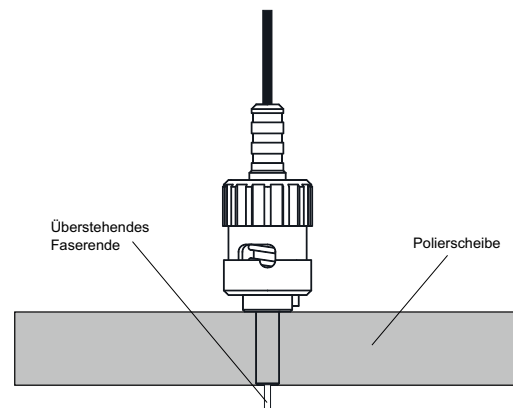

Bild 8 Polierscheibe mit Führung des Steckverbinders
- Den F-ST Steckverbinder in die Polierscheibe (s. Bild 8) stecken und das überstehende Faserende mittels Polierbogen auf einer glatten Unterlage (z.B. Glasscheibe) abschleifen.